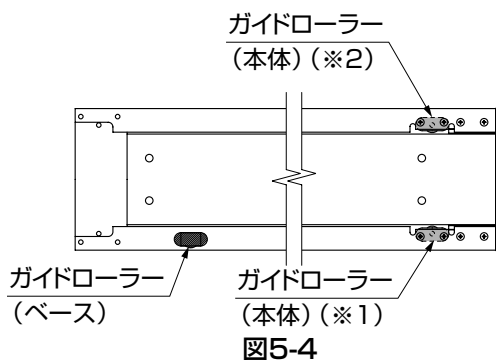

図5-4
(1) ガイドローラー(※1)の調整
- ①全開状態にしてください。(図5-4参照)
(2) ガイドローラー(※2)の調整